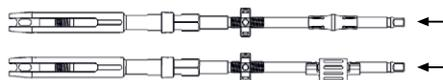

Fig. 12
- ▶ Introducir el conjunto en el casquillo exterior FRI, ver Fig. 12.